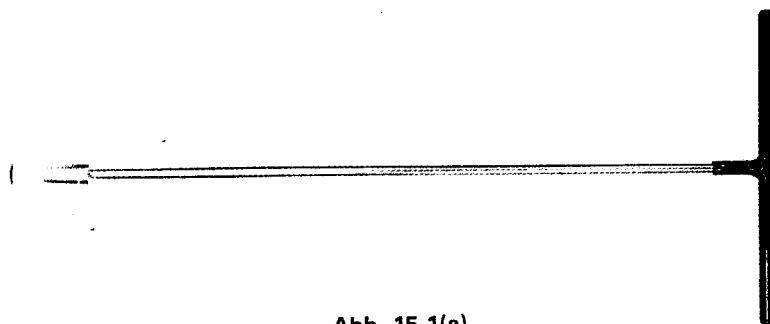

Abb. 15-1(a)
1. T-Type Steckschlüssel Ersatzteil Nr. 859C35802 Abb. 15-1(a)
- 1b. Steckschlüssel Ersatzteil Nr. 859C35800 Abb. 15-1(b)